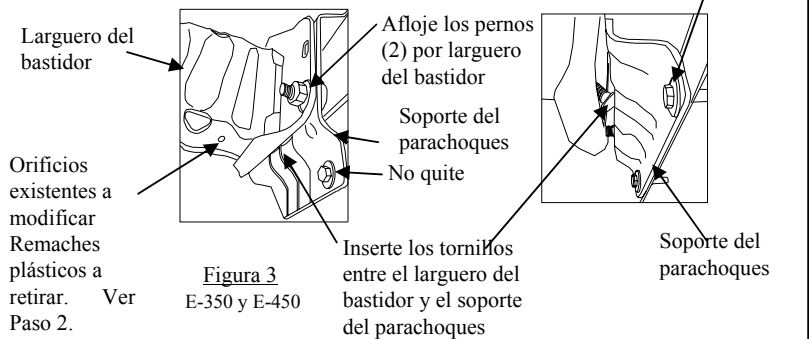

Figura 3
2. Si está presente (E-350 y E-450) retire cualquier remache plástico (Figura 3) del accesorio delantero en el vehículo. Doble el plástico entre la cubierta plástica y el larguero del bastidor.
5. Inserte los pernos de carruaje y espaciadores a través del punto de acceso en el extremo delantero del larguero del bastidor (E-150 y 250) usando un cable de halar como se muestra. Ver Figura 2. Nota: En E-350 y E450 afloje los pernos en el extremo del larguero del bastidor (Ver Figura 3) y el soporte del parachoques lo suficiente para insertar los tornillos en la abertura al final del larguero del bastidor. **No retire los pernos completamente.** Ver Figura 3. El parachoques puede moverse hacia abajo ligeramente. Después de insertar los tornillos en el larguero del bastidor, levante y vuelva a apretar los pernos.